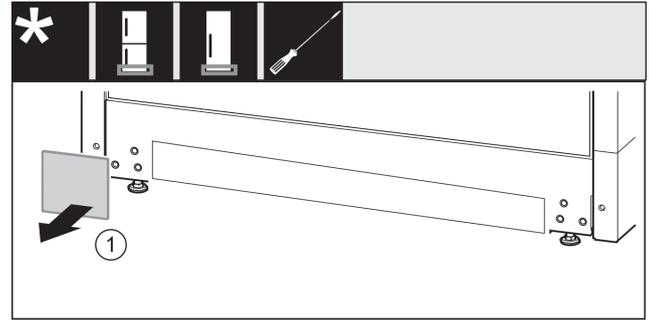

Fig. 33
- ▶ Retire la cubierta. Fig. 33 (1)